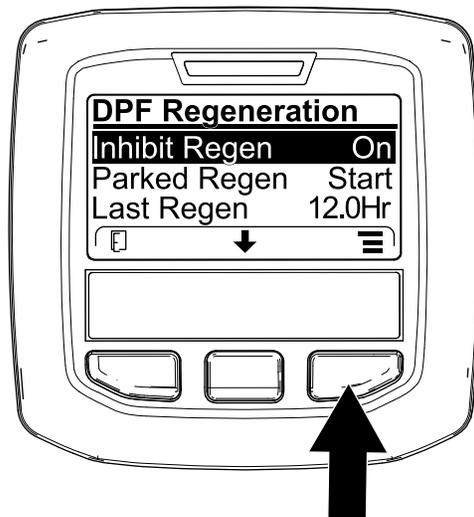
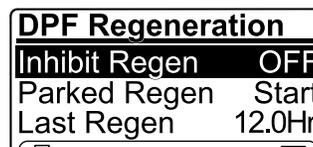

図 43
図 44
1. DPF Regeneration メニューで、中央ボタンを押して再生禁止 INHIBIT REGEN オプションに移動し、右ボタンで中に入る 図 43。
2. 右ボタンを使って、設定を ON から OFF 図 43 または OFF から ON に変える 図 44。